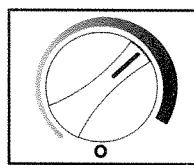

Fig. 15
- * Cuando alcance el nivel máximo de refrigeración, vuelva a girar la perilla de control a la posición de 2 en punto del dial graduado azul de control. Ver Fig. 15.